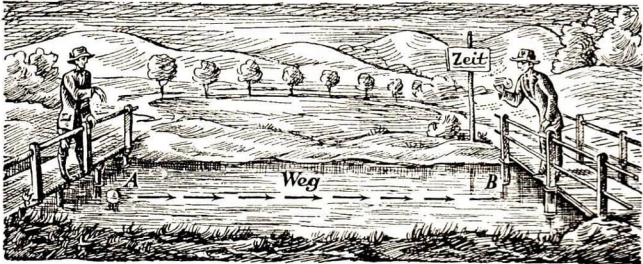

Abb. 31. Messung der Geschwindigkeit mit der Schwimmkugel
**3. Berechnung.** Legt ein in einen Fluß geworfenes Stück Holz einen Weg von 100 m in der Zeit von 80 sek zurück, so ist sein Weg in einer Sekunde =  $100 \text{ m} : 80 \text{ sek} = 1,25 \text{ m/sek}$ . (Erkläre Abb. 31!) Merke also: